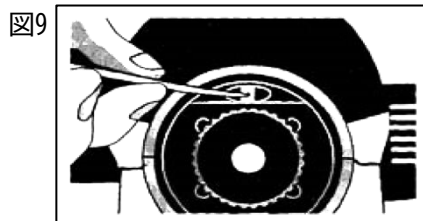

図9
- ・接眼レンズカバーを外し、標尺Bの読取り値がb3になるまで十字線調整棒で、調整します。(図9)